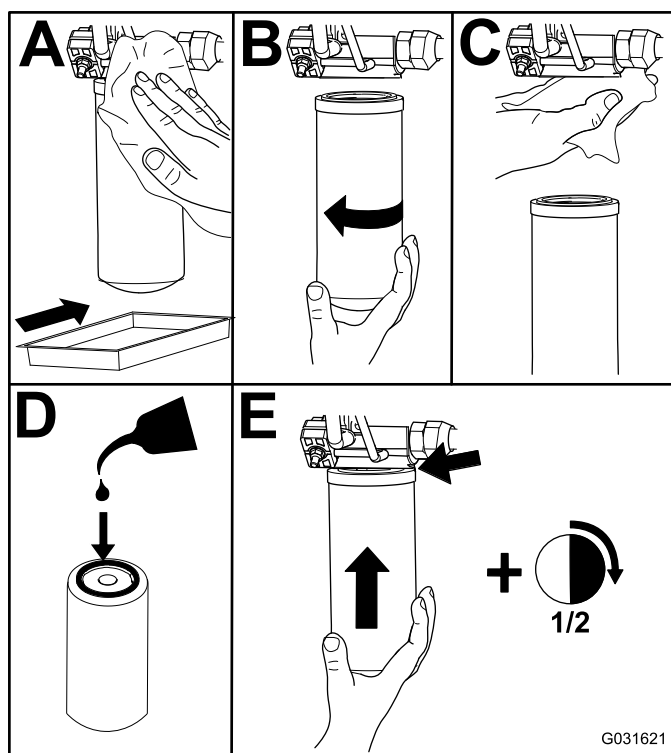

Bild 80
- Tauschen Sie die Hydraulikfilter aus (Bild 80).